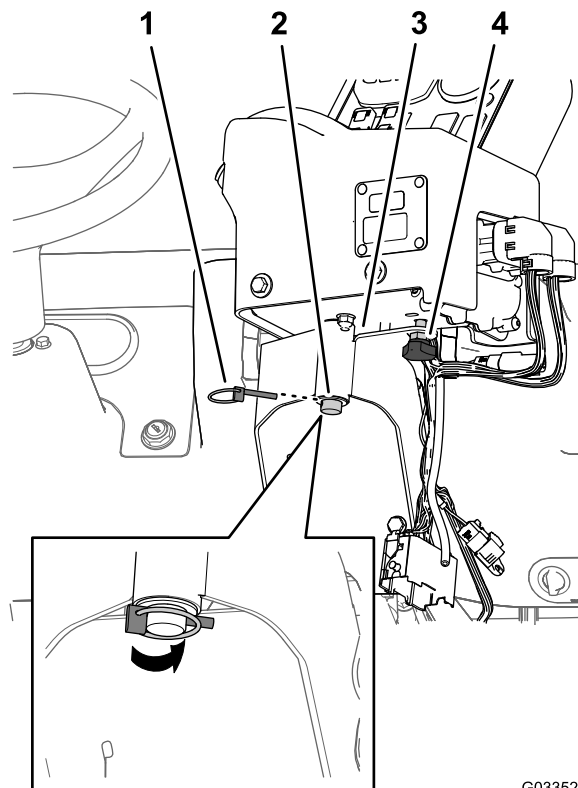

Рисунок 19
2. Установите управляющую консоль на монтажный кронштейн пульта и закрепите ее с помощью ранее снятого штифта с пружинным зажимом (Рисунок 19).
3. Установите ручку и затяните ее для предотвращения поворота консоли во время работы (Рисунок 19).